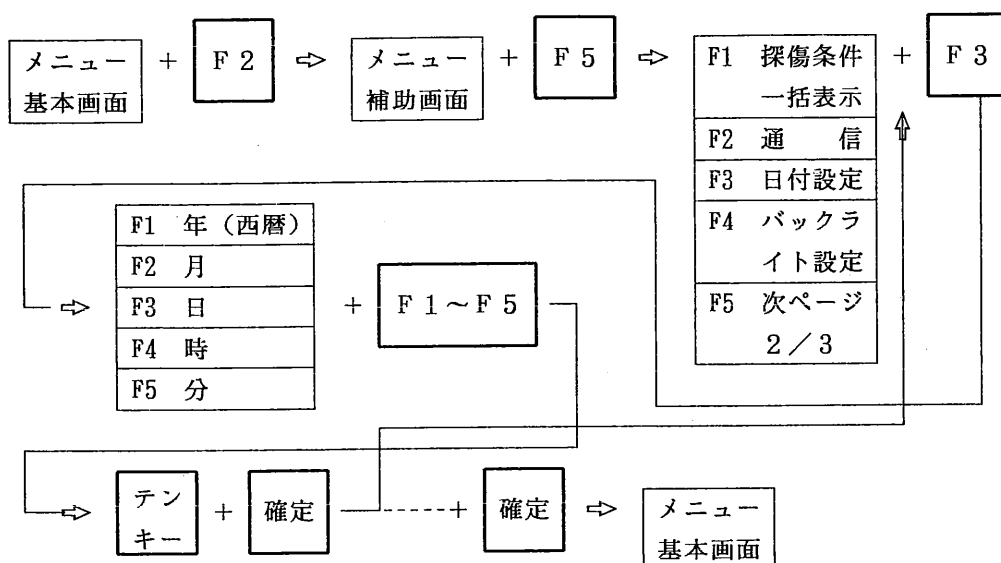

図 6.2.13 UI-23 中の日付と時刻を調整する方法
- ⑥ この操作を取り消す場合は、図 6.2.13 に示したように、選択キー [F 3] の代わり
- ① 選択キー [F 2] を1回押すとメニューエリアにメニュー補助画面が表示されます。
- ② 選択キー [F 5] を1回押すとメニューエリアに図 6.2.13 に示す選択メニューが表示されます。
- ③ 選択キー [F 3] を1回押すとメニューエリアに図 6.2.13 に示す選択メニューが表
- ④ 設定したい項目を選択し、テンキーを用いて数値を入力します。
- ⑤ 確定キーを1回押すと図 6.2.13 に示したように、選択メニューに戻ります。
- ⑥ 日時入力が終わったら、確定キーを1回押した後、続けて確定キーを1回押します。